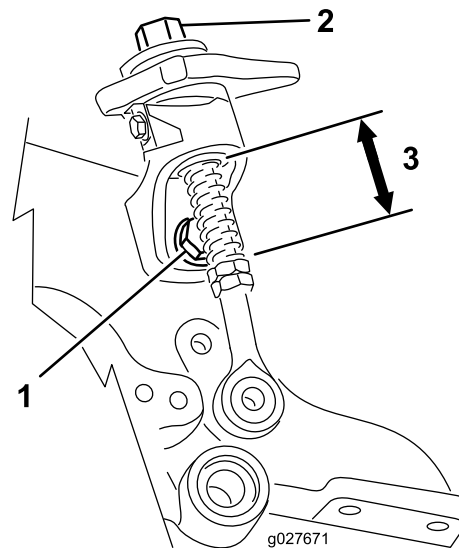

Figura 31
2. Afloje el perno de montaje de la palanca de elevación rápida y asegúrese de que la varilla roscada está alineada y que no roza la rampa inferior de elevación rápida (Figura 31). Apriete los pernos.
3. Compruebe la longitud de los muelles de las varillas roscadas; debe ser de 3,5 cm (Figura 31).
4. Si el pomo de ajuste de altura no gira libremente, el casquillo puede estar sucio (Figura 31).